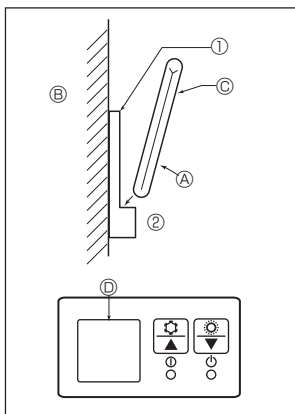

Fig. 6-7
2) Installationsmetode (Fig. 6-7)
① Monter holderen til fjernbetjeningen på det ønskede sted vha. 2 pladeskruer.
② Sæt den nederste ende af fjernbetjeningen i holderen.